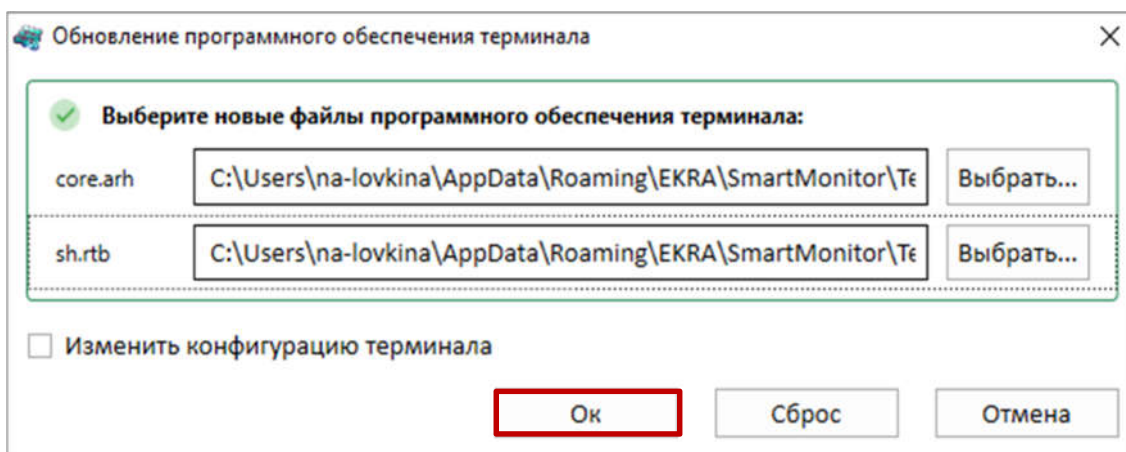

Рисунок 23– Окно **Обновление программного обеспечения терминала**
5.2.4 Для исправления ошибки необходимо выбрать файл ПО терминала, версия которой будет соответствовать версии конфигурации (см. рисунок 23).